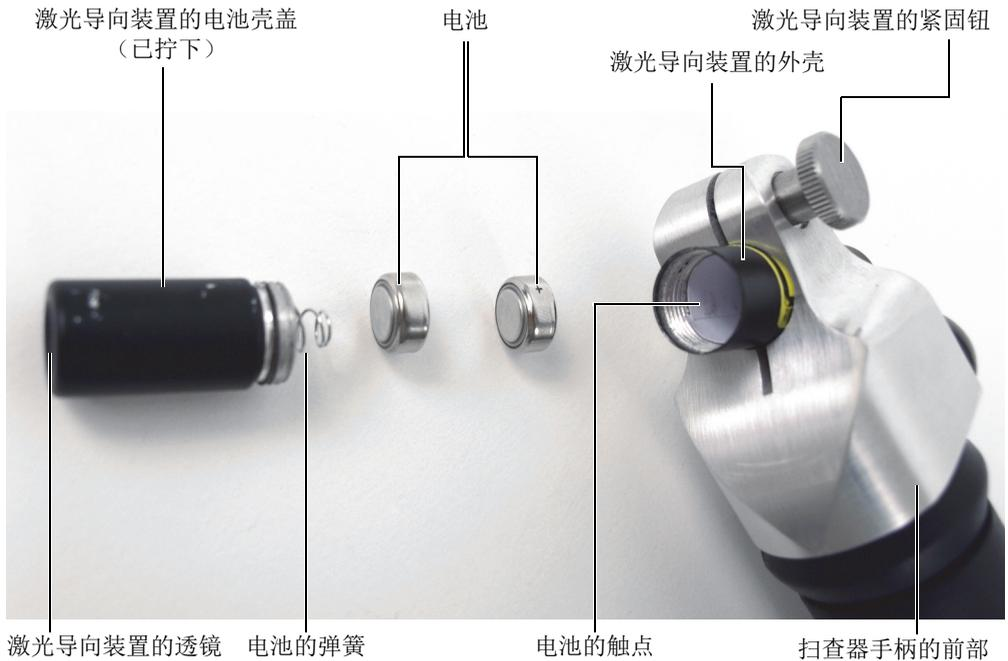

图 6-42 更换激光导向装置中的电池
1. 拧下电池壳盖。这是罩住透镜的激光导向装置外壳的一部分（参见第114页的图 6-42）。